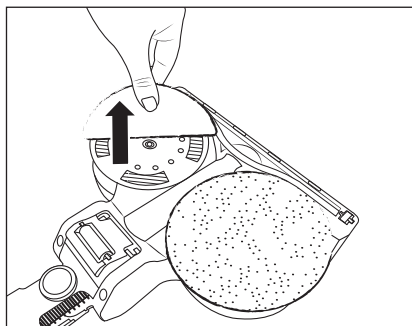

Fig. 18
- ◆ Per rimuovere un panno lavapavimenti 34 dall'accessorio lavapavimenti 31, afferrarlo con le dita ed estrarlo dall'accessorio lavapavimenti 31 tirandolo verso l'alto (vedere fig. 18).